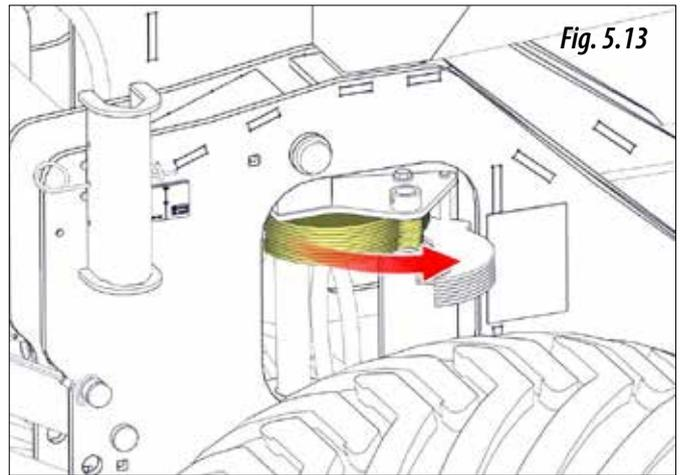
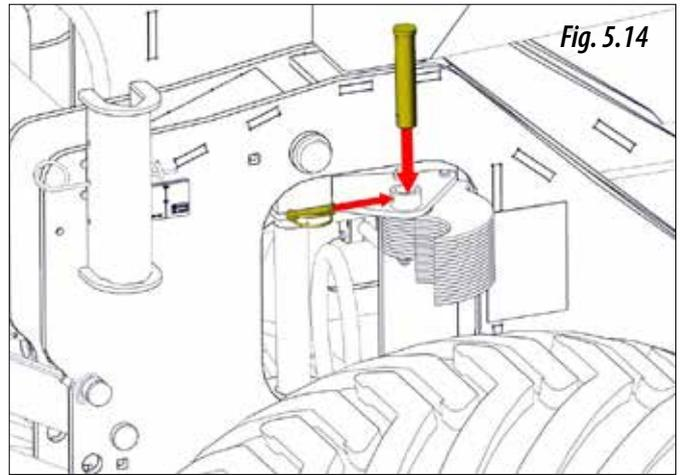
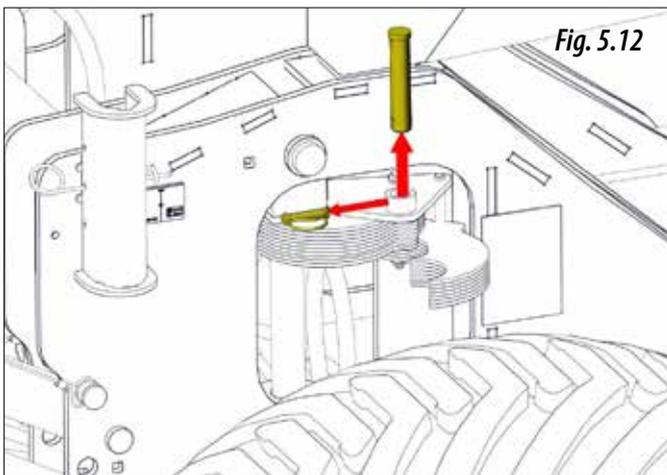

Fig. 5.13
Fig. 5.14
Fig. 5.12
**5-** Sortir les butées des cylindres du chariot. Pour ce faire, retirer la goupille et l'axe (figure 5.12), déplacer les butées (figure 5.13) et remettre en place la goupille et l'axe pour les bloquer (figure 5.14).